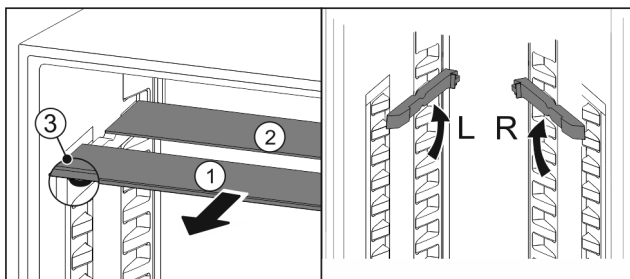

Fig. 50
- ▶ Ištraukite Fig. 50 (1) stiklines lentynėles po vieną į priekį.
- ▷ Stiklinė plokštė Fig. 50 (1) su apdailos juoste yra priekyje.
- ▷ Stabdikliai Fig. 50 (3) nukreipti žemyn.